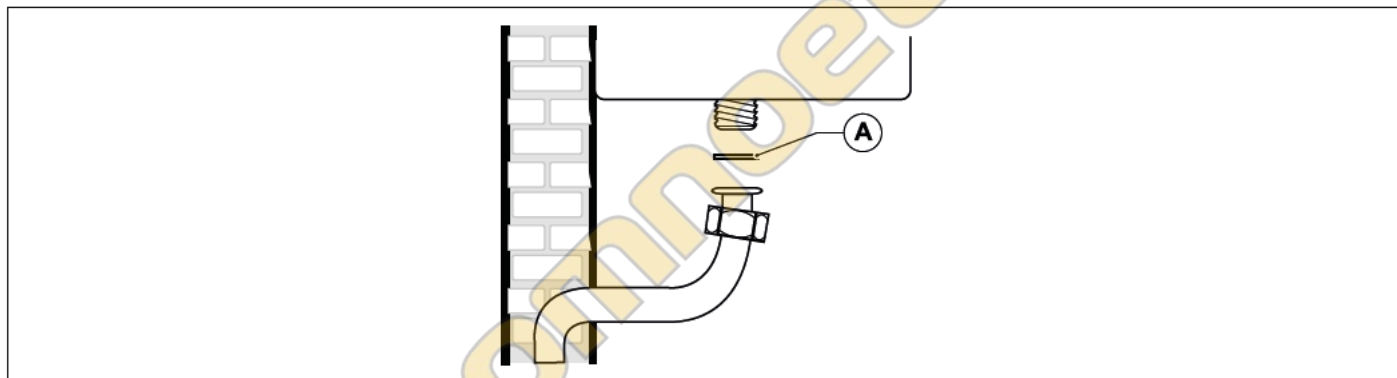

Рис. 13 Подключение к газовой сети
**ОБЯЗАТЕЛЬНО**, при подключении котла к линии подачи ГАЗА использовать накидную гайку (А) с применением прокладки в стыковой полости (смотри Рис. 13 Подключение к газовой сети).